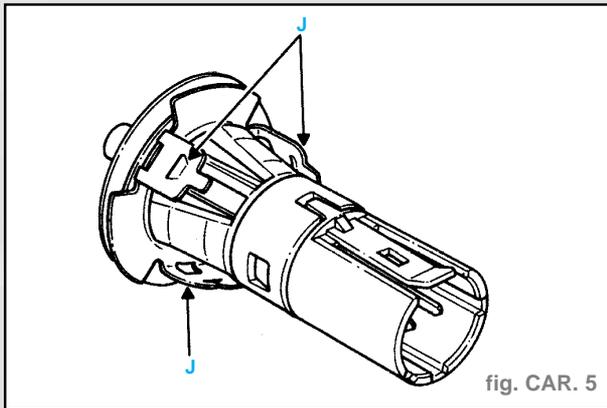

fig. CAR. 5
- Pour cela dégager les trois clips métalliques (J) et ôter le contacteur (fig. CAR. 5).